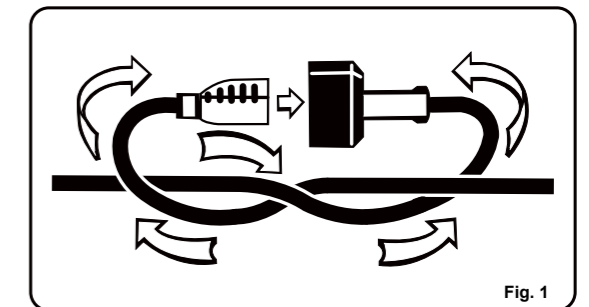

Fig. 1
- Rallonge Électrique – Pour réduire les risques de débranchement du câble d'alimentation par rapport à la rallonge en cours d'utilisation, il est possible de faire un nœud pour attacher le câble et la rallonge ensemble. Faites le nœud comme illustré figure 1, puis branchez la fiche secteur du câble d'alimentation dans la prise femelle de la rallonge électrique. Cette méthode peut également être utilisée pour maintenir deux rallonges ensemble.
L'utilisation en toute sécurité de ce produit nécessite une bonne connaissance des informations apposées sur l'outil et présentes dans ce manuel utilisateur, ainsi que du travail à effectuer. Avant d'utiliser ce produit, familiarisez-vous avec toutes ses fonctionnalités et règles de sécurité. (Voir Figure 1.)